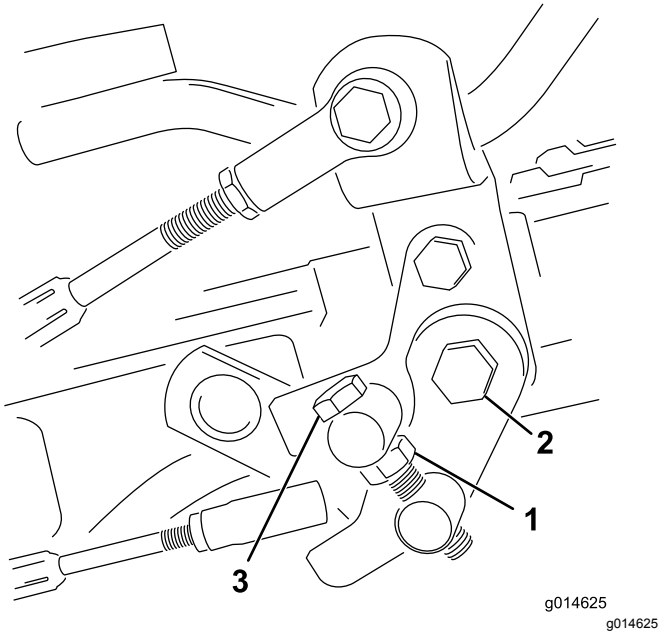

Figura 53
1. Liberte a porca de retenção do parafuso do eixo (Figura 53).
4. Aperte a porca de retenção no parafuso do eixo e a porca na articulação do pedal para bloquear o ajuste (Figura 53). Verifique o ajuste e ajuste se for necessário.